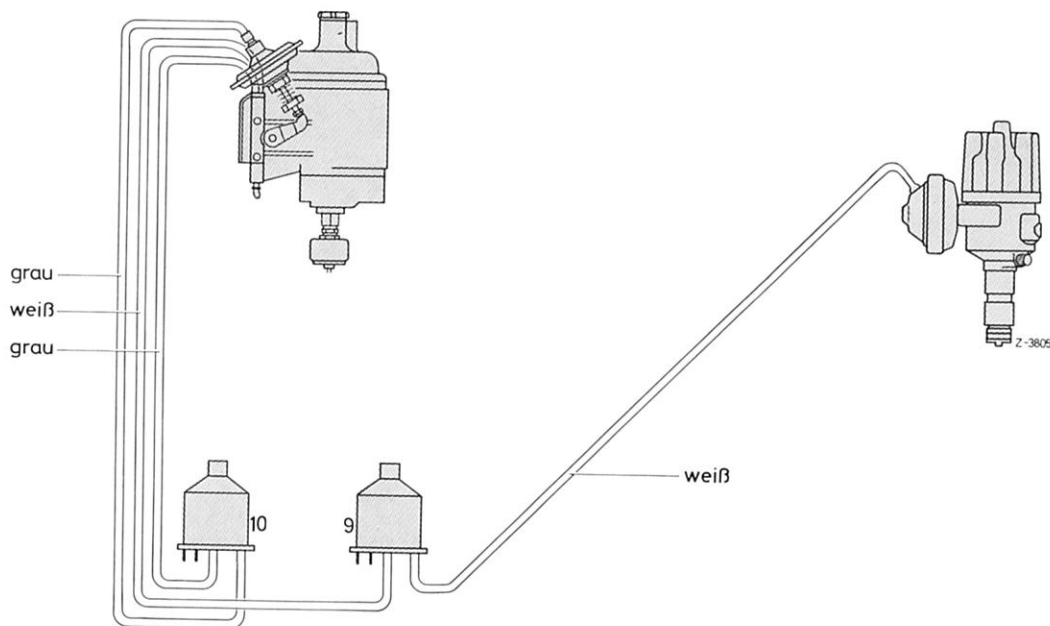

Bild 14–12/1 Anordnung Unterdruckleitungen
Durch den Unterdruckregler am Vergaser wird im Schiebetrieb die Drosselklappe geringfügig angestellt (Bild 14–12/3).
Der Unterdruckregler wird über das Zweiwegeventil (10) und das Drehzahlrelais (4) gesteuert (Bild 14–12/1, 2 und 4).